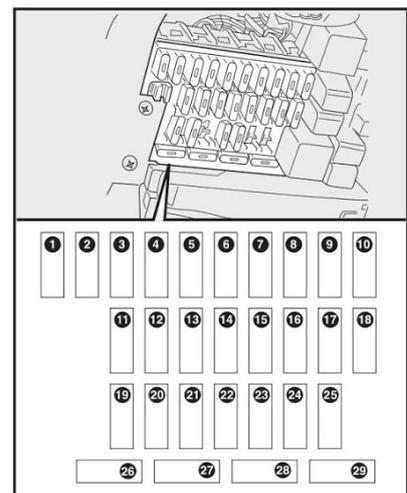
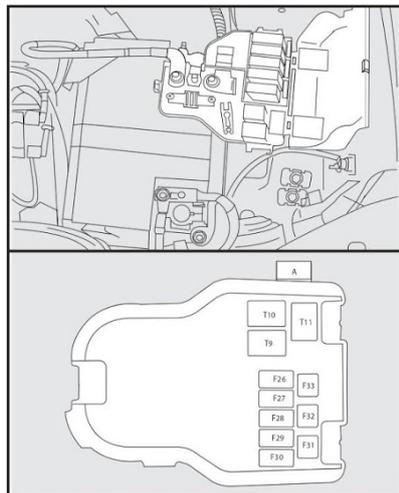
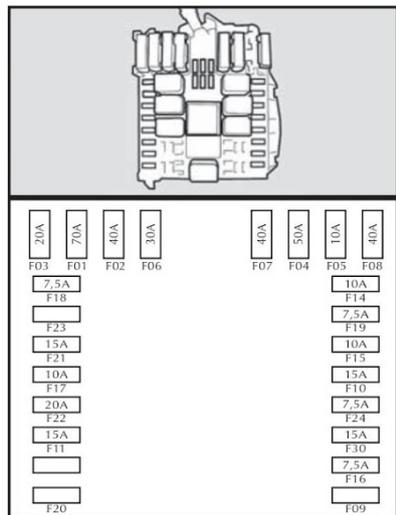

fig. 17
fig. 18
fig. 20
Os fusíveis do Fiat Palio estão colocados em centrais localizadas, respectivamente, debaixo do painel de instrumentos, à esquerda do volante **fig. 17** (versões 1.0 e 1.4) ou **fig. 19** (versões 1.6 e 1.8); no vão motor, ao lado da bateria **fig. 20** (versões 1.6 e 1.8) e sobre o pólo positivo da bateria **fig. 18** (versões 1.0 e 1.4).
Para a identificação do fusível de proteção, consultar as tabelas seguintes, fazendo referência às ilustrações **fig. 17**, **fig. 18**, **fig. 19** e **fig. 20**.
Central do painel de instrumentos - fig. 17
- fig.18
Central ao lado da bateria - fig. 20